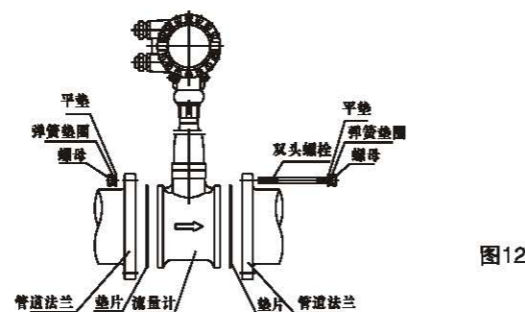

图12
①流量计避免安装在温度变化很大的场所和受到设备的热辐射，若必须安装时，须有隔热通风的措施。
②流量计避免安装在含有腐蚀性气体的环境中，若必须安装时，须有通风措施。
③流量计最好安装在室内，必须安装在室外时，应有防潮和防晒的措施。（注意：水是否会顺着电缆线流入放大器盒内）
④安装流量计的周围须有充裕的空间，应有照明灯和电源插座，以便安装接线和定期维护。
⑤流量计的接线位置要远离电噪声，如大功率变压器、电动设备等。
⑥流量计安装点附近不能有无线电收发机存在，否则高频噪声会干扰流量计的正常使用。
6、涡街流量计安装时，①夹持式：先把专用法兰与前后直管段焊接，再把涡街流量计放在中心，中间放密封垫，用双头螺栓加紧连成一体（图12）。②法兰式：用户另配一对法兰，将法兰焊在前后管道上，再把涡街流量计放在中心，中间放密封垫，用螺栓分别将前后两对法兰分别连成一体。为保证流量计的准确度，在安装时应避免将密封垫片突出在管道内（图13）